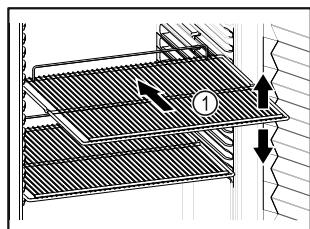

Fig. 50 Приближене відображення
- Якщо решітки для зберігання Fig. 50 (1) знімні, відрегулювати по висоті.